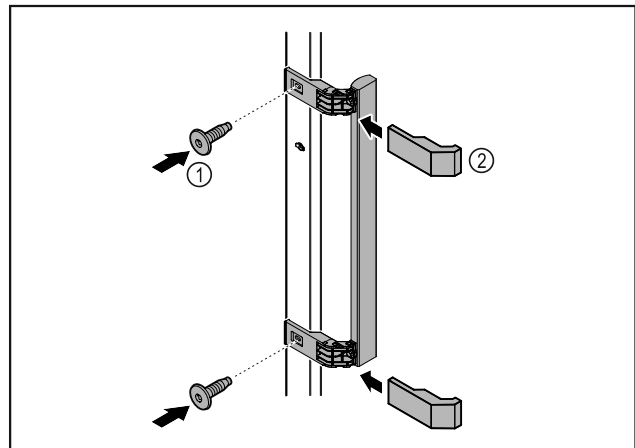

Fig. 50
- Griff aus dem Beipack mit den beiliegenden Schrauben Fig. 50 (1) an der Tür anbringen.
- Abdeckung Fig. 50 (2) aufsetzen.